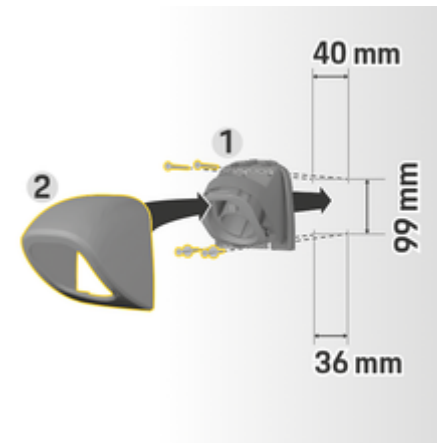

Fig. 10: Cotes de perçage
1. Retirez le support de connecteur **1** (Fig. 10) du cache **2** (Fig. 10).
4. Vissez le support du connecteur **1** (Fig. 10) au mur.
5. Mettez en place le cache **2** (Fig. 10) sur le support du connecteur **1** (Fig. 10) par le bas et enfoncez-le vers le haut.